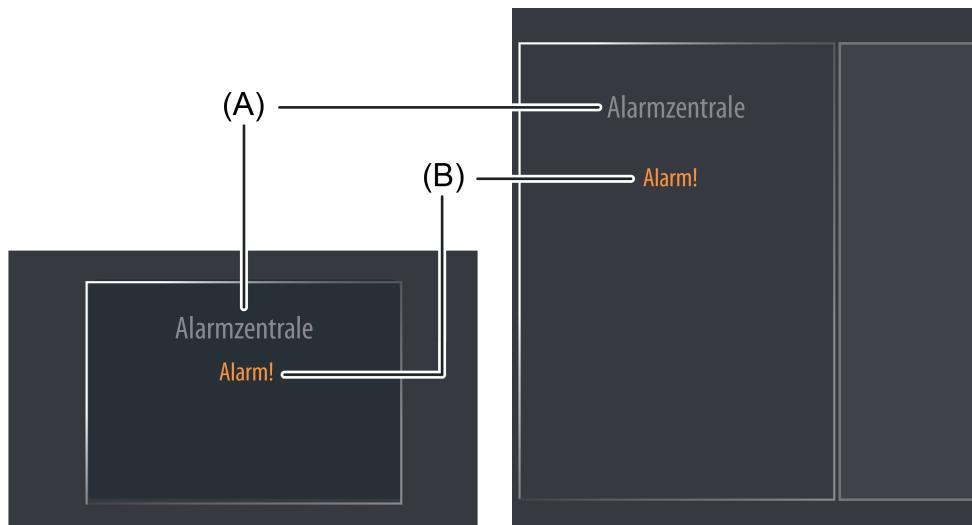

Bild 47: Beispiel für ein Anzeigeelement der KNX Funktion "ASCII Textanzeige"
Der Anzeigebereich enthält verschiedene Darstellungselemente (Bild 47), die durch Parameter beeinflusst werden. Jeder KNX Funktion kann in der Konfigurationssoftware eine Bezeichnung vergeben werden (A). Diese Text-Bezeichnung wird im Anzeigeelement zentriert zur Anzeige gebracht, wodurch steuerbare KNX Funktionen für den Anwender kenntlich gemacht werden (z. B. "Alarmzentrale"). Die Anzeige des ASCII-Textes (B) erfolgt darunter. Der Parameter "Länge des ASCII Textes" definiert die Anzahl der darzustellenden Textzeichen (max. 14). Wenn der Text mehr als die in der Anzahl definierten Textzeichen enthält, wird der Text in der Anzeige abgeschnitten.